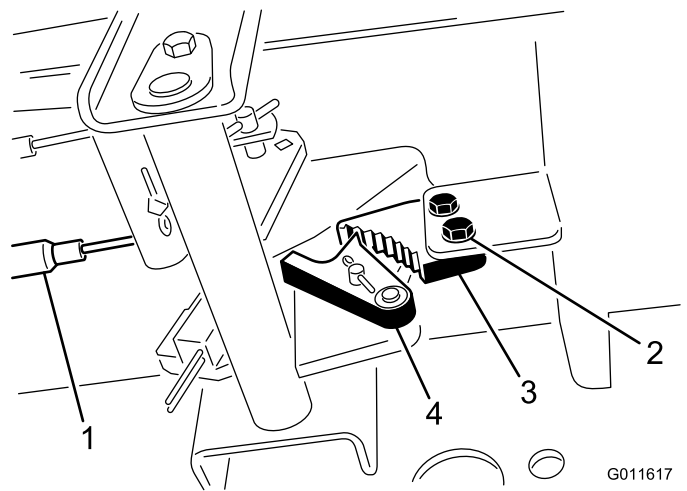

Figura 49
1. Afloje los 2 tornillos que fijan el trinquete del freno de estacionamiento al bastidor (Figura 49).
2. Pise el pedal del freno de estacionamiento hacia adelante hasta que la uña se engancha a fondo en el trinquete del freno (Figura 49).